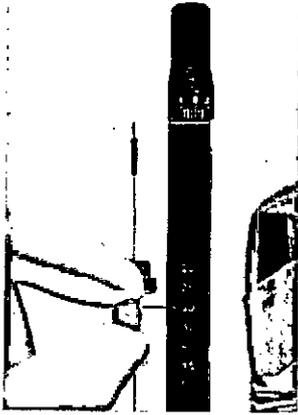

Figura 43
13. Retire las conexiones eléctricas y afloje el tornillo de bloqueo del transportador. (Ver Figura 43)